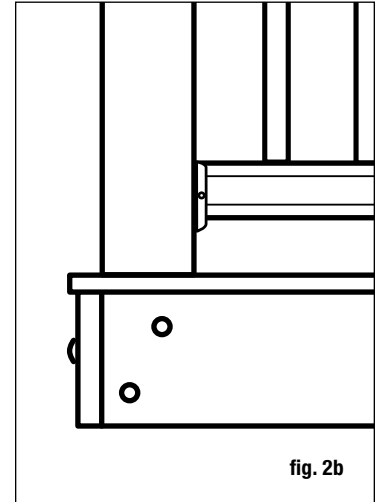

fig. 2b
Paso 3 Posicione, alinee verticalmente con un nivel, y sujete con abrazaderas el poste de barandal a la cara interior de la viga. Vuelva a alinear verticalmente. El poste de barandal de 4x4 debe sujetarse con pernos al interior de las vigas usando dos pernos de carrocería galvanizados de 1/2" x 6". Los postes en esquinas requieren un tercer perno de carrocería insertado a través de la viga adyacente (fig. 2b).